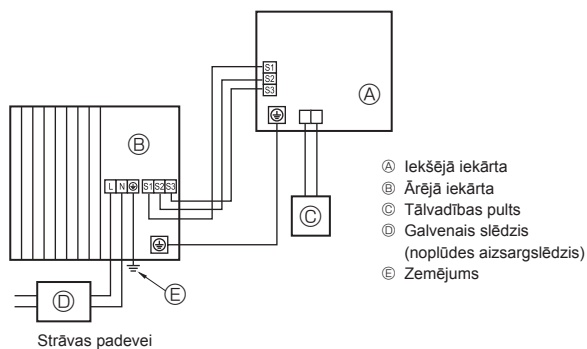
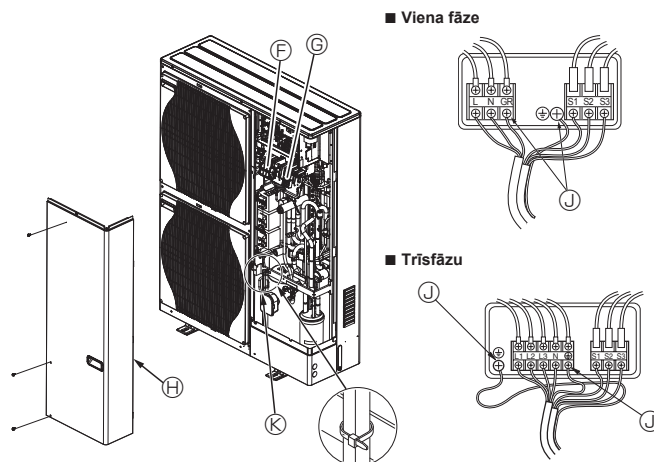

Fig. 5-1
Fig. 5-2
5.1. Ārējā iekārta (Fig. 5-1, Fig. 5-2)
2. Pievienojiet un izvietojiet kabelus saskaņā ar Fig. 5-1 un Fig. 5-2.